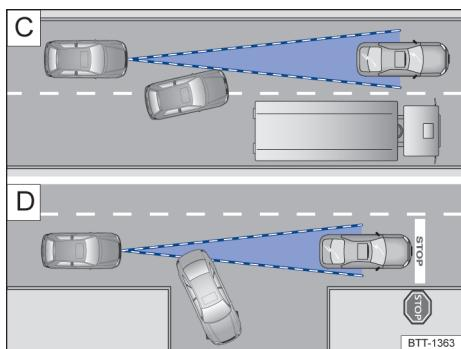

Fig. 119 **C** Mudança de faixa. **D** Veículo virando ou parado.
Por exemplo, se um veículo detectado pelo ACC virar ou mudar de faixa, e se houver um veículo parado à frente deste veículo, o ACC não reagirá ao veículo parado → Fig. 119 **D**.
- Veículos que mudam para a faixa do próprio veículo imediatamente na frente do próprio veículo → Fig. 119 **C**.